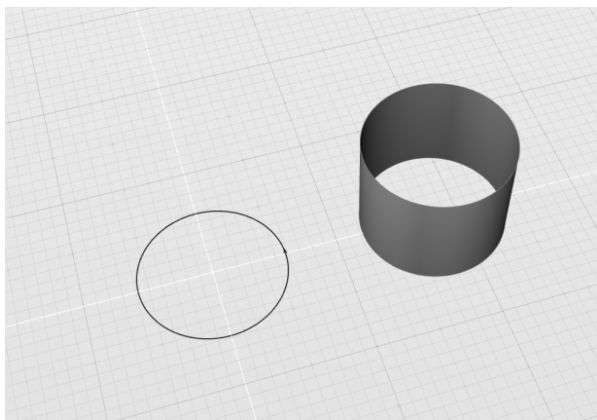

图 4-91 打开练习文件
1) 打开素材文件夹“练习（4.4.1_1）”中的 Evolve 文件，该文件中包含一个曲线圆和一个圆柱面，如图 4-91 所示。